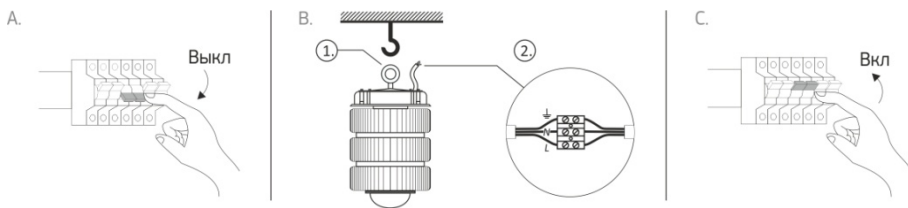

Рис.5
- 5.2. Перед монтажом к существующей силовой группе 220 V, отключите питание на щите, путем отключения автоматического выключателя этой группы (Рис. 5-А).
- 5.4. Установите кольцо с метрической резьбой путем вкручивания в светильник Geniled до упора. Подвесьте светильник (Рис.5-В-1).
- 5.5. Подсоедините провода питания к клемме светильника Geniled (Рис. 5-В-2).
- 5.6. Включите питание на щите, путем включения автоматического выключателя этой группы (Рис. 5-С).